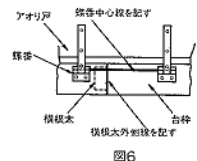

図6
- 蝶番中心線と横根太外側線を台枠の表面に記して下さい(図6参照)。